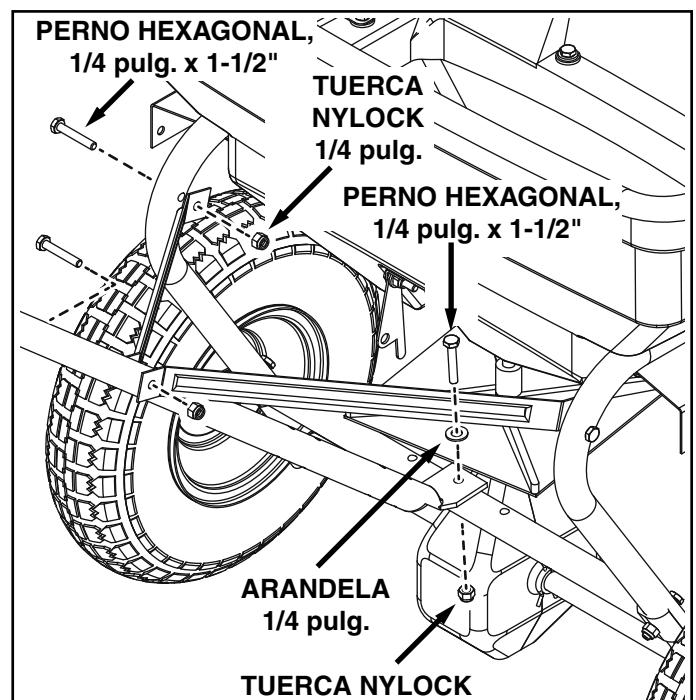

FIGURA 4
11. **Apriete** todas las tuercas y pernos en la misma secuencia de ensamblado de los pasos 8 al 11. Véase la Figura 4.